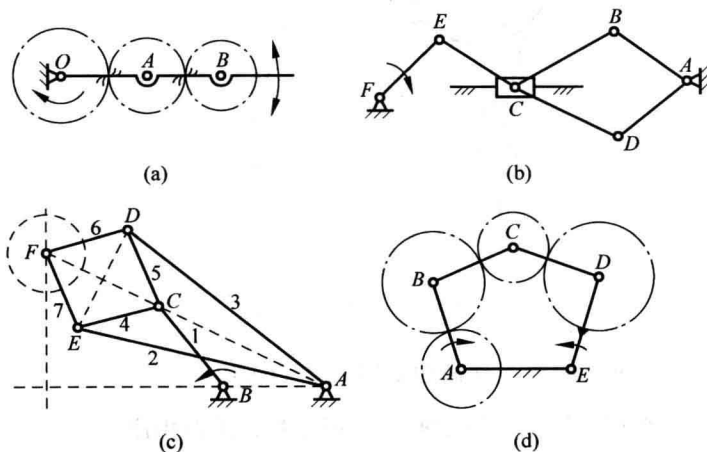

图 1.24 题 1.2.8 图
1.2.8 用自由度计算公式计算如图 1.24 所示机构的自由度。